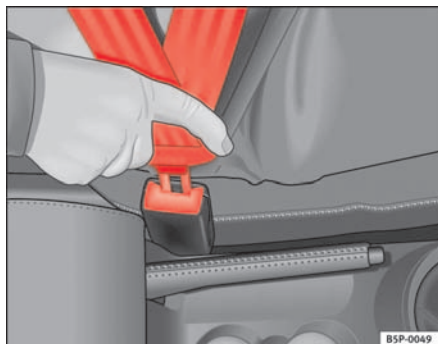

Abb. 11 Gurtschloss und Schlosszunge des Sicherheitsgurt
- Stecken Sie die Schlosszunge in das zum Sitz gehörende Gurtschloss, bis es hörbar einrastet ⇒ Abb. 11.